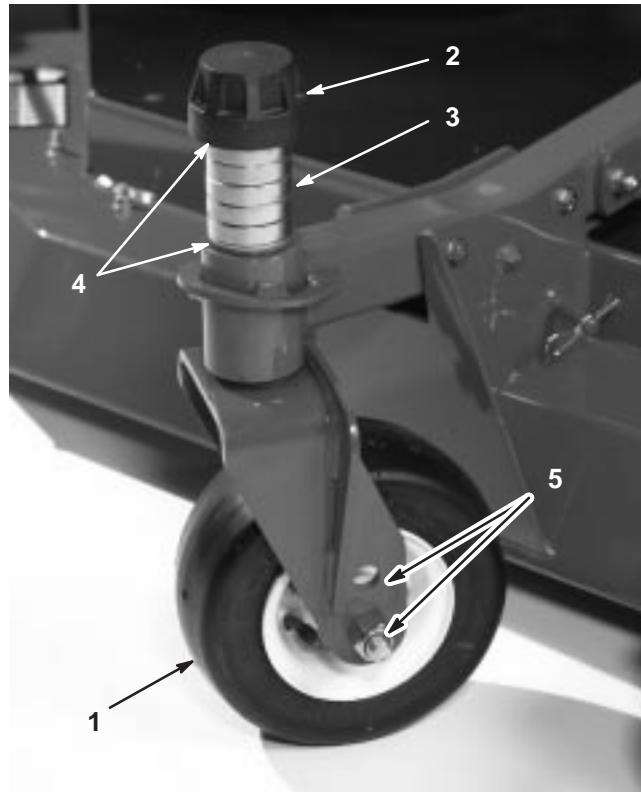

Figure 82
1. Enlevez le chapeau de tension de l'axe de pivot et sortez l'axe du bras pivotant (Fig. 82). Repositionnez les cales pour éléver ou abaisser la roue pivotante, selon les besoins, et obtenir la bonne inclinaison.